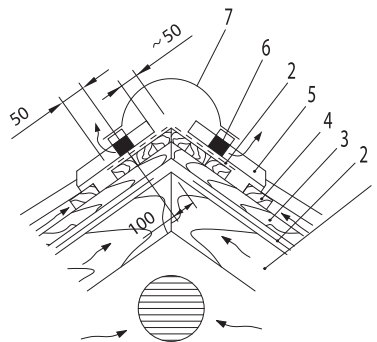

Рис. 3.9 Конструкция кровли с двумя вентиляционными зазорами
Конек может быть простой, фигурный и черепичный. В месте крепления конька по обе стороны прибивают дополнительные доски обрешетки. Конструкция конька с двумя вентиляционными зазорами показана на рис. 3.9. Гидроизоляционная пленка (2), уложенная на стропильные ноги должна не доходить до верха минимум 100мм. Пленка, уложенная на обрешетку, должна перекрывать нижнюю пленку не менее 150мм. При монтаже металлочерепицы листы не должны сходиться под коньком вплотную друг к другу. Желательно, чтобы лист не доходил до верха около 50мм (рис. 3.9). Пространство под коньком должно свободно вентилироваться.